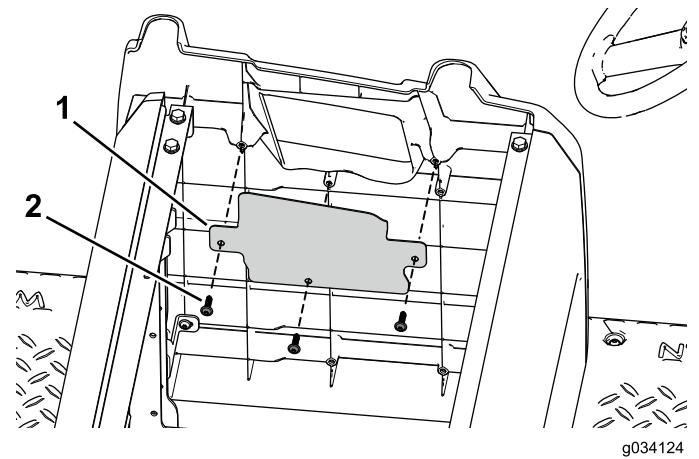

**Bild 43**
1. Befestigen Sie die linken und rechten Seitenplatten aus dem Kit mit den acht Blechschrauben ( $3/32$ " x  $7/8$ ") an den Platten des vorderen Sitzunterteils (Bild 43).